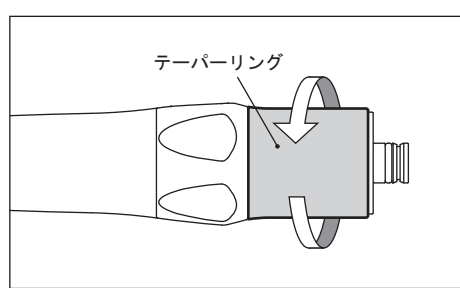

図11
- 1) テーパーリングを図の方向に回して緩め、取り外してください。(図11)